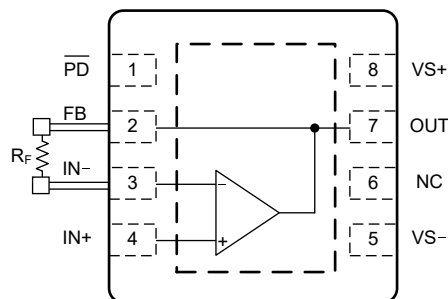

図 7-4. FB ピンと IN- ピンの間の  $R_F$  接続
高速アナログ設計では、OPA818 などの高速アンプから最高の性能を引き出すために、寄生容量とインダクタンスを最小限に抑えることが重要です。寄生成分は、フィードバックパスと反転入力に特に悪影響を及ぼします。寄生成分は、帰還に望ましくない極とゼロをもたらし、位相マージンを減少させる可能性、または不安定性を引き起こす可能性があります。この位相マージンの削減を補正するために使用される手法は、多くの場合、アプリケーション帯域幅を狭くします。システムエンジニアがこれらのトレードオフの選択をせずに済むように、またプリント基板 (PCB) のレイアウトを簡素化できるように、OPA818 ではフィードバック (FB) ピンを反転入力ピン (IN-) と同じ側に配置しています。図 7-4 に、この構成により、FB と IN- ピンとの間に非常に短い帰還抵抗 ( $R_F$ ) を接続し、PCB の設計労力を最小限に抑えて寄生成分を最小化する方法を示します。内部では、FB ピンは、シリコン上の金属配線を経由して VOUT に接続されています。この接続は固定の金属のサイズ設定により、FB ピンには電流許容能力が制限されるため、セクション 6.1 は連続動作に準拠します。